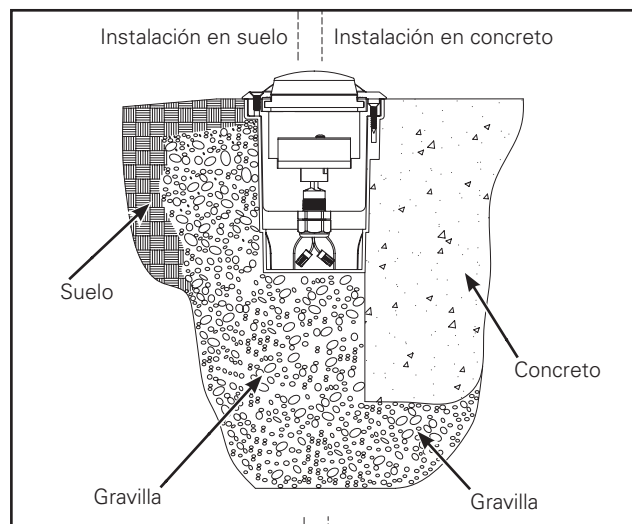

Figura 4.
1. Cave el suelo para colocar la luminaria y el conducto (de ser necesario). Contornee la forma del orificio para el alojamiento, dejando 8" extras como mínimo por debajo y 3" alrededor de él para colocar gravilla. Cubra la base del orificio con gravilla para facilitar el drenaje. (Figura 4.)
4. Rodee el alojamiento exterior de plástico con gravilla luego de la instalación. Existe un sistema alternativo a la gravilla que brinda un adecuado drenaje para que no se acumule agua alrededor o encima de la luminaria. (Figura 4.)
- Inserte la lámpara en el portalámpara. (Figura 4.)
- La luminaria debe colocarse sobre 8 pies de gravilla como mínimo, con el suelo por debajo para favorecer el drenaje. Alternativamente, se puede proporcionar un sistema que permita que el agua drene alejándose de la luminaria, por debajo de ella. (Figura 4.)